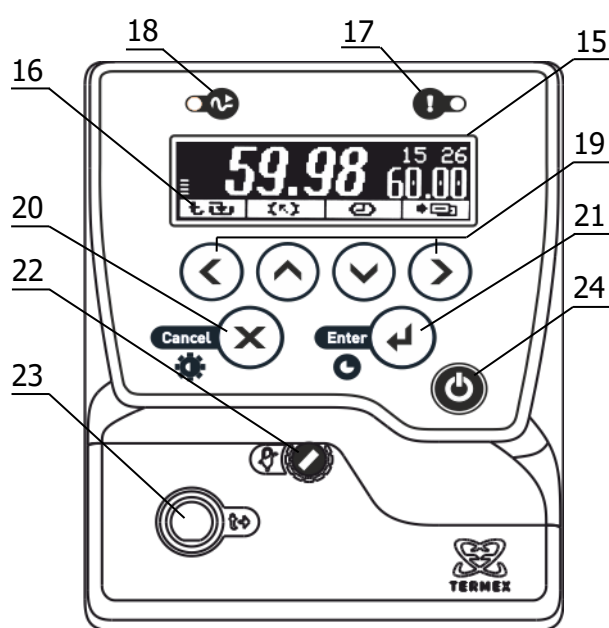

Рисунок 2 – Лицевая панель
1.4.5 Система безопасности блока регулирования отключает двигатель насоса и нагреватель при срабатывании хотя бы одной из защит или неисправности датчика температуры (1.2.13). При срабатывании системы безопасности раздается звуковой сигнал, загорается индикатор 17 (рисунок 2) и на дисплей 15 выводится информация о причине неисправности.
2.3.1 После подключения сетевого кабеля к электрической сети блок регулирования переходит в режим ожидания. Подключение сопровождается кратковременной подсветкой дисплея 15 (рисунок 2).
2.3.6 Для регулировки яркости подсветки или контраста дисплея нажать кнопку 20 (X), выбрать изменяемый параметр кнопками (▲) и (▼) и установить его значение кнопками (◀) и (▶). Зафиксировать изменение нажатием кнопки 21 (↵) (рисунок 2).
2.7.7 Для выбора уставки в качестве текущей кнопками (▲) и (▼) подвести к ней указатель. Значение отмеченной указателем уставки дублируется крупными цифрами в правой части дисплея. Для подтверждения выбора отмеченной уставки нажать кнопку 21 (↵). Для отмены выбора нажать кнопку 20 (X) (рисунок 2).
2.7.8 Для изменения численного значения отмеченной указателем уставки нажать кнопку (▶). На рамке, обрамляющей значение уставки в правой части дисплея, появятся “засечки”, указывающие на изменяемую позицию в численном значении. Цифра в отмеченной позиции мигает. Нажатиями кнопок (▲) и (▼) установить требуемую цифру в отмеченной позиции. Если удерживать кнопку нажатой, значение уставки будет изменяться непрерывно. Нажатиями кнопок (◀) и (▶) переместить отметку изменяемой позиции. Дискретность изменения значения уставки зависит от положения изменяемой позиции: если отмечена позиция десятков, то при единичном нажатии кнопки (▲) или (▼) значение уставки изменится на 10 °C. Если отмечена позиция десятых долей, то значение уставки изменится на 0.1 °C соответственно. Закончить ввод нового значения уставки нажатием кнопки 21 (↵). Для возврата к значению уставки до ее изменения нажать кнопку 20 (X) (рисунок 2).
2.8.4 При срабатывании защиты раздается звуковой сигнал и загорается красный индикатор срабатывания системы безопасности 17 (рисунок 2). Работа насоса и нагревателя будет блокирована. На дисплее отобразится текущее состояние системы защит.